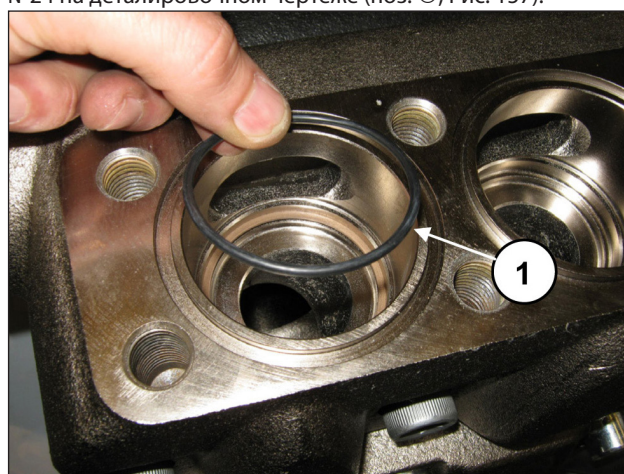

Рис. 157
Вставьте уплотнительное кольцо круглого сечения, поз. №24 на деталировочном чертеже (поз. ①, Рис. 157).